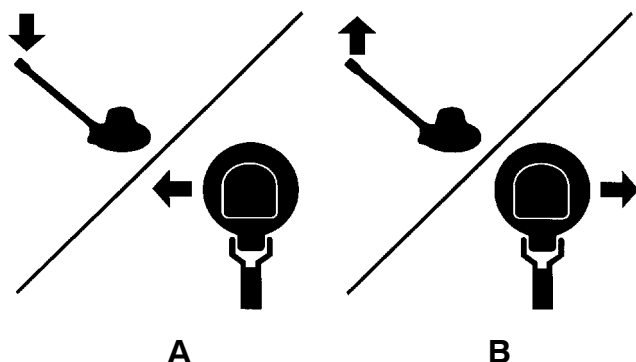

図 6
6. 本機を左 (A) に進ませるには、ハンドルを軽く下げます。本機を右 (B) に進ませるには、ハンドルを軽く上げます。左右の動きで本機を操作します (図 6)。